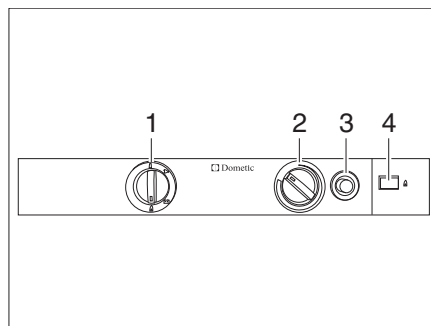

Bild 318 Reglage, knappar för kylskåpet (Dometic 8-serie)
- Ställ energiväljaren (Bild 318,1) i läge "▲".
- Tryck på vridregulatorn (Bild 318,2), vrid till högsta läge och håll den intryckt i detta läge. Vänta tills gasen strömmar till brännaren.
- Tryck på gaständningsknappen (Bild 318,3) och håll den nedtryckt. Tändning sker automatiskt.
- Håll gaständningsknappen (Bild 318,3) nedtryckt tills flamindikatorn (Bild 318,4) blir grön, släpp sedan upp vridregulatorn.
- Håll vridregulatorn (Bild 318,2) i ytterligare 10 till 15 sekunder, släpp den sedan.
- Ställ energiväljaren (Bild 318,1) i läge "↔".
- Ställ in kyltemperaturen med vridregulatorn (Bild 318,2).
- Ställ energiväljaren (Bild 318,1) i läge "⊕".